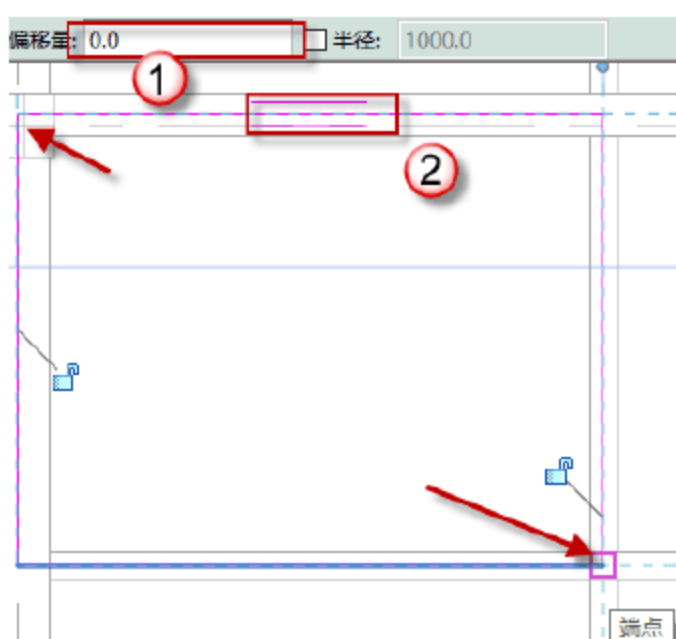

图 4.3.11 绘制 5 号板
- (11) 绘制 5 号板，单击“矩形”按钮，绘制 5 号板，调整跨方向，将偏移量设置为 0，单击√按钮，完成绘制，如图 4.3.11 所示。